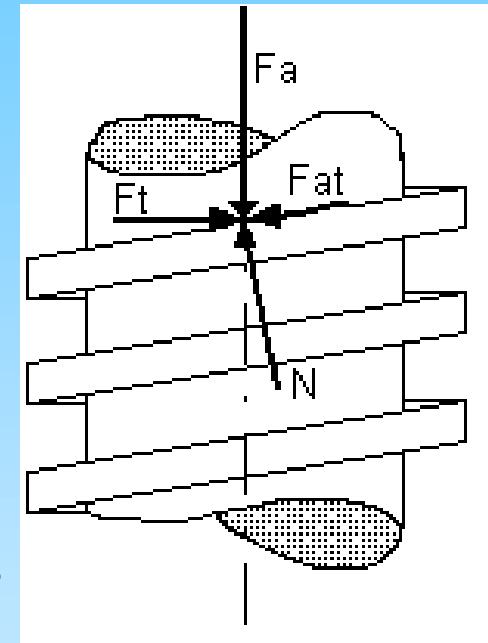

Figura 3
- Impondo mostrado na figura 3,